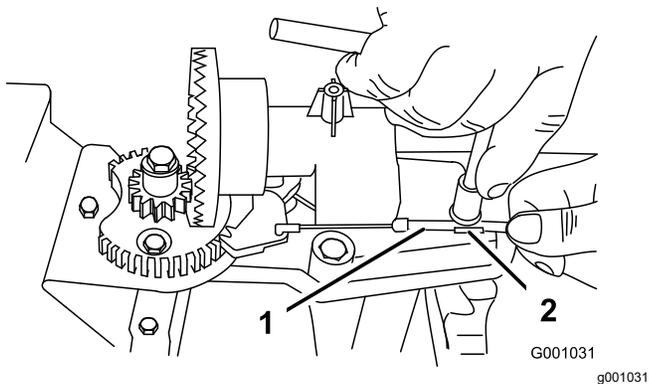
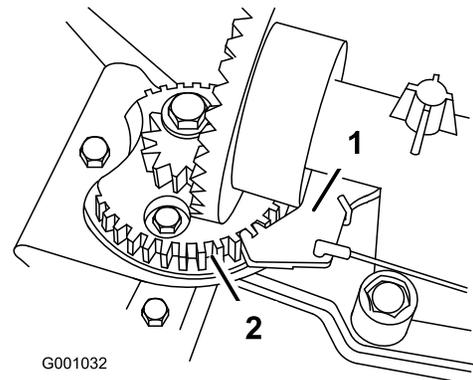

Figure 40
Figure 41
2. Desserrez le boulon du serre-câble (Figure 40).
3. Saisissez la gaine du câble et déplacez-la vers l'avant de la machine jusqu'à ce que le cliquet de verrouillage de la goulotte s'engage complètement dans les dents du secteur (Figure 40 et Figure 41).
**Remarque:** Le cliquet est rappelé par ressort et s'engage naturellement dans les dents du secteur (Figure 41).